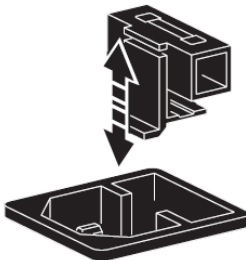

Рисунок 24: Держатель предохранителя
2. См. Рисунок 24. Открыть держатель, расположенный после входа кабеля питания, с помощью плоской отвертки и извлечь предохранитель.